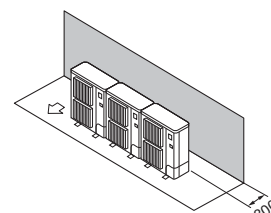

Fig. 3-11
- ① Obstáculos apenas na parte de trás (Fig. 3-11)